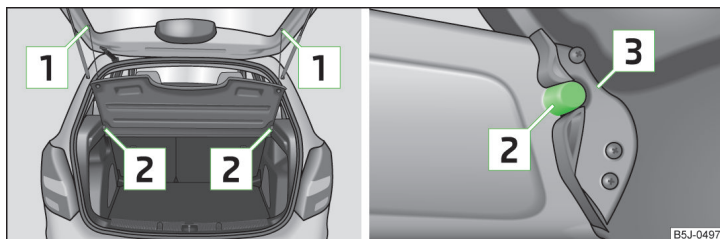

Fig. 64 Desmontar la cubierta del maletero
- Desenganche las cintas de sujeción **1** » fig. 64.
- Coloque los alojamientos en la cubierta **3** » fig. 64 sobre los soportes **2** en el revestimiento lateral.
- Los alojamientos de la cubierta **3** » fig. 64 deben estar encastrados en los soportes del revestimiento lateral **2**.